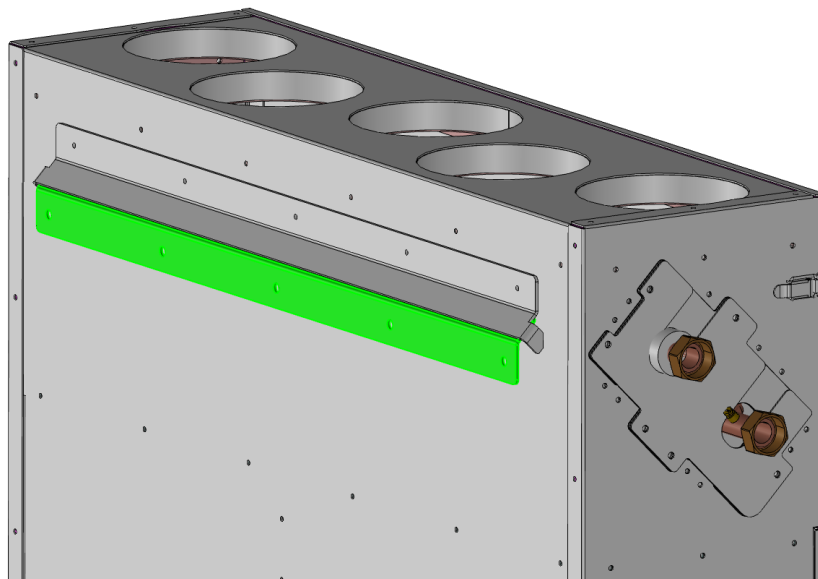

fig.2
- Fissare la barra di appoggio alla parete utilizzando i 5 fori da 9,5 mm previsti (fig. 2). La barra è evidenziata nell'immagine sottostante.